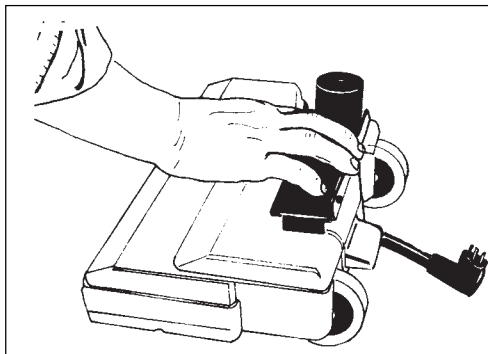

Figure 8
- b. Push the pivot bracket toward the front of the lower housing until it locks in position. See figure 8.
- b. Pousser le support pivotant vers l'avant de l'ensemble inférieur jusqu'à ce qu'il se bloque. Voir figure 8.